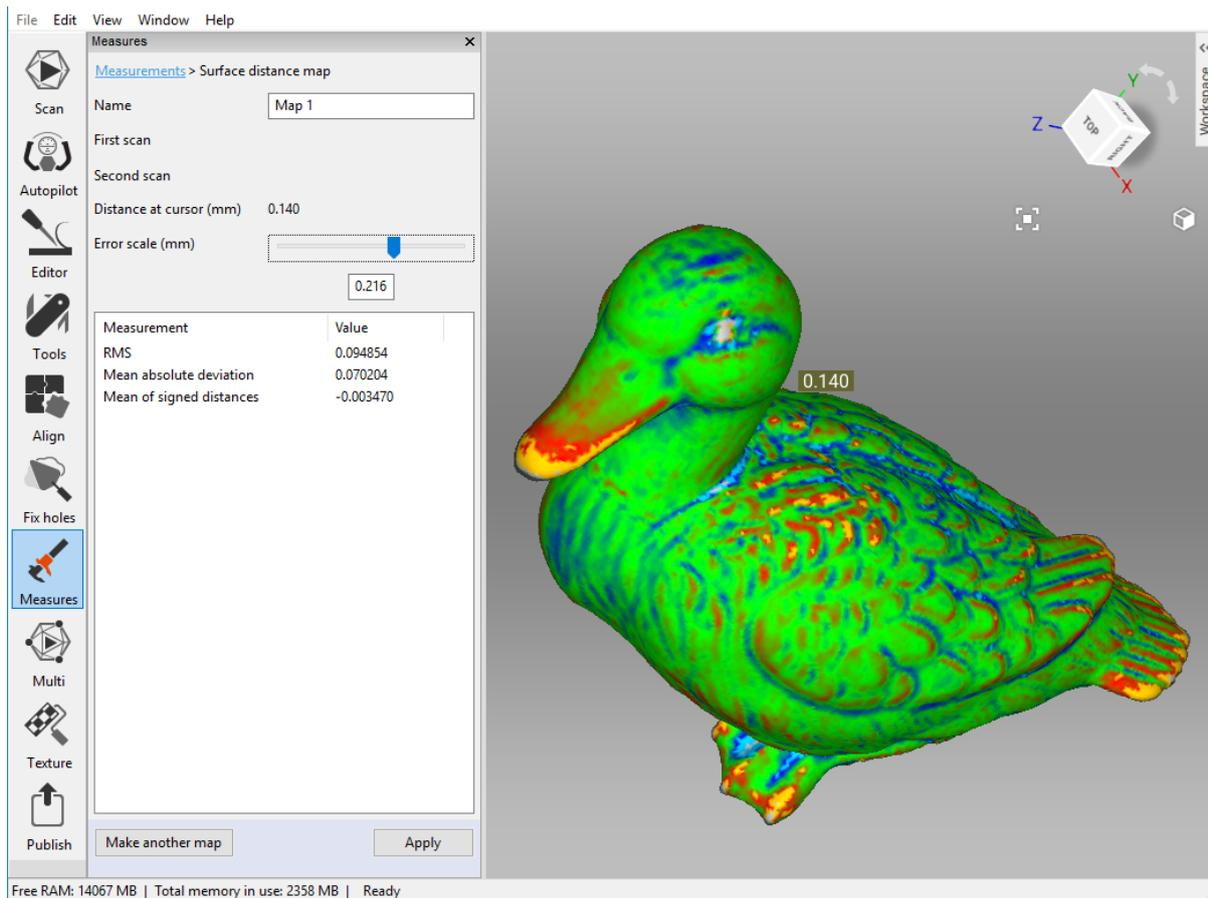

Abbildung 118: Für zwei Modelle berechnete Flächen-Abstands-Karte.
5. Auf *Berechnen* klicken. Sobald der Prozess beendet ist, erscheinen die Abstandskarte im Fenster *3D-Ansicht* und die Berechnungsergebnisse im Bedienfeld *Messen* (siehe Abb. 118).